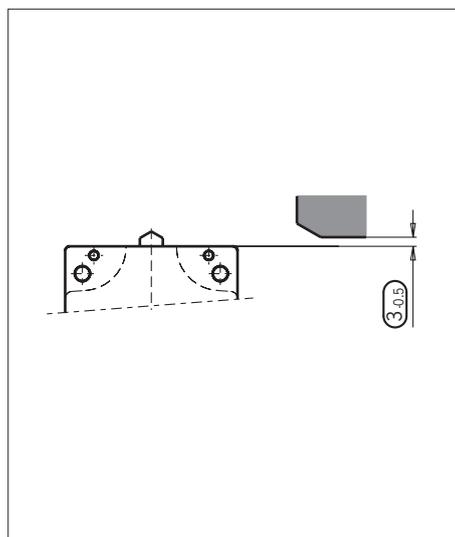

Fig. 3: Mounting SN...-508 and SN...-514 for safety circuits
- ▶ Dans des circuits de sécurité, la cote $\overset{3-0.5}{\text{O}}$ (distance entre le plan de référence de l'interrupteur et les comes, voir Fig. 3) doit être respectée impérativement pour garantir une ouverture sûre des contacts.